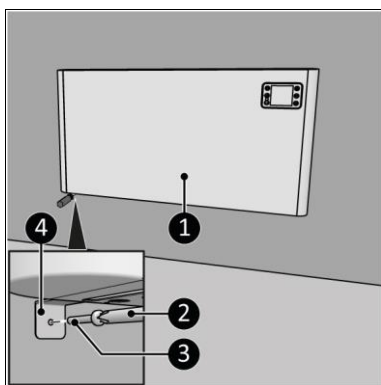

Abbildung 12
15. Schrauben Sie die Gerätehalterungen (Abbildung 12, Pos. 4) mit einer großen Schraube (Abbildung 12, Pos. 3) mit einem Phillips Kreuzschlitzschraubendreher (Abbildung 12, Pos. 2) an die Wand.